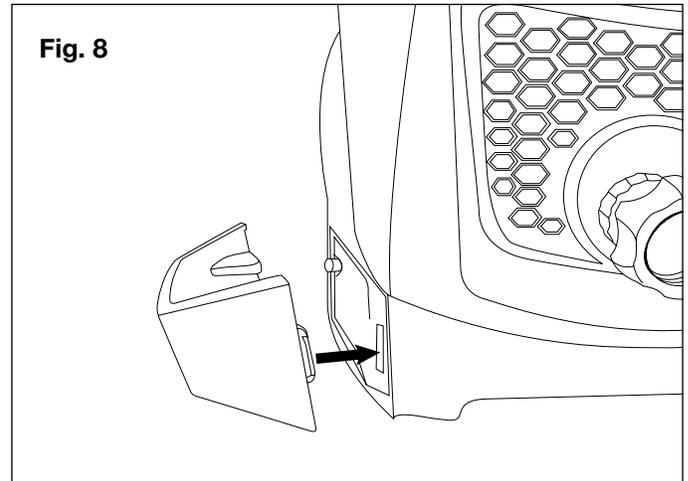

Fig. 8
7. Para ensamblar el protector de la vara rociadora, conecte la lengüeta en la ranura ubicada en el lado inferior izquierdo de la unidad y asegúrela en su lugar con el tornillo pequeño (Figs. 8 y 9).